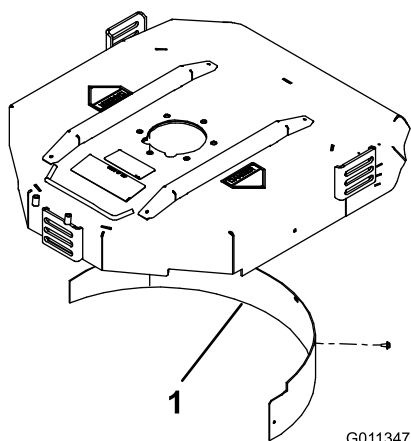

Figura 11
2. Montate il deflettore per mulching nell'apertura posteriore e fissatelo con 5 bulloni a testa flangiata (Figura 11).